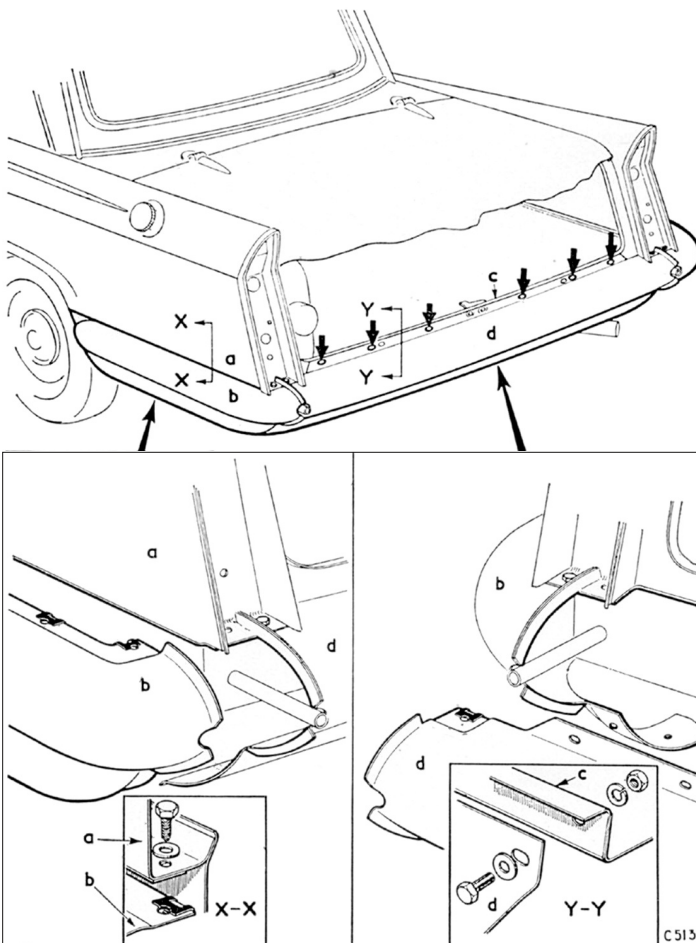

Fig. 21. Fixations des jupes latérales et arrière
**Jupe arrière****Dépose** (Fig. 21)
**Jupe latérale****Dépose** (Fig. 21)
**Légende de la Fig. 21**